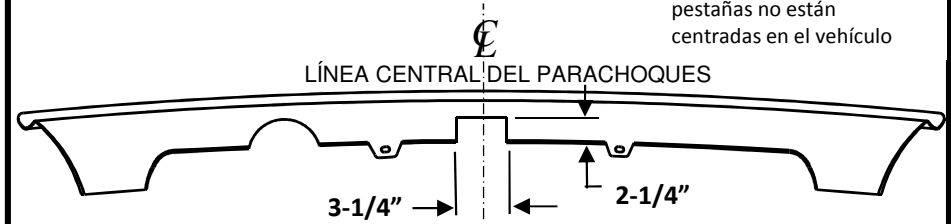

Figura 4 Vista inferior de la fascia del parachoques
4. **Volver a instalar los fijadores:** Sin apretar, volver a instalar las (6) tuercas de brida existentes en los vástagos del panel lateral, (3) por lado.
6. **Recortar y volver a instalar la fascia y los protectores contra salpicaduras:** Medir, marcar y recortar la fascia como se muestra en la figura 4. Volver a instalar la fascia y protectores contra salpicaduras.
7. **Volver a instalar las luces traseras y el cableado:** Volver a conectar el cableado e instalar las luces traseras usando los (4) tornillos Philips originales, (2) por lado.
6. Recortar y volver a instalar la fascia y los protectores contra salpicaduras: Medir, marcar y recortar la fascia como se muestra en la figura 4. Volver a instalar la fascia y protectores contra salpicaduras.